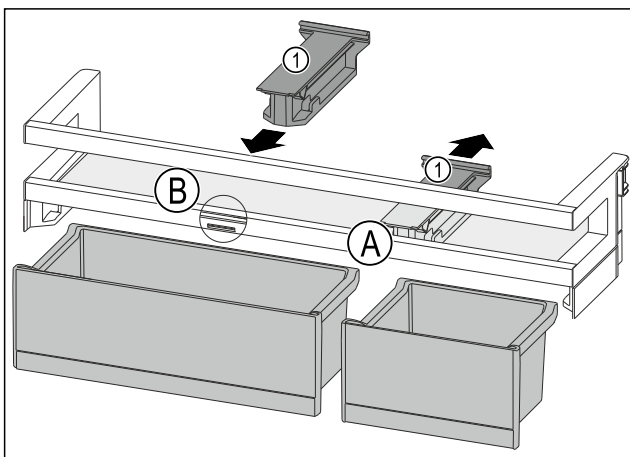

Fig. 193
- ▶ Haltebauteil Fig. 193 (1) in Position Fig. 193 (A) nach hinten abziehen.
- ▶ Haltebauteil Fig. 193 (1) in Position Fig. 193 (B) einsetzen.